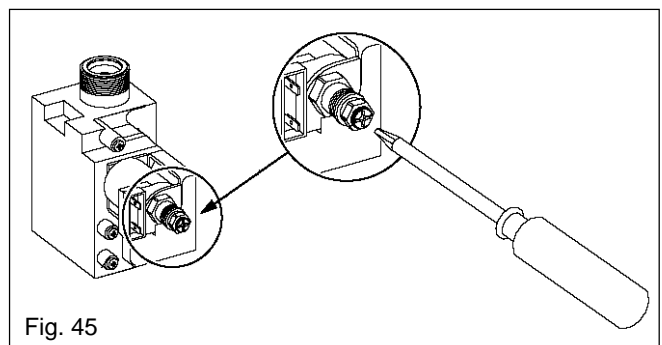

Fig. 45
7.3.2 SETTING THE MINIMUM BURNER PRESSURE (see fig. 45)